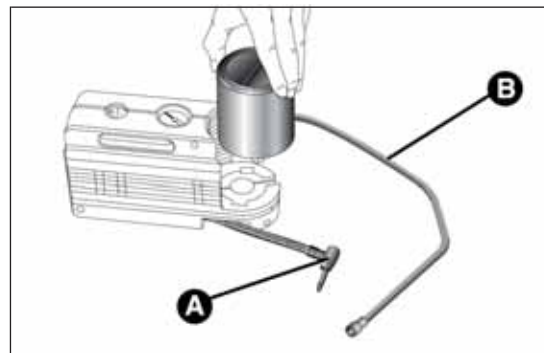

fig. 169
- ☐ desacoplar el acoplamiento A fig. 169;